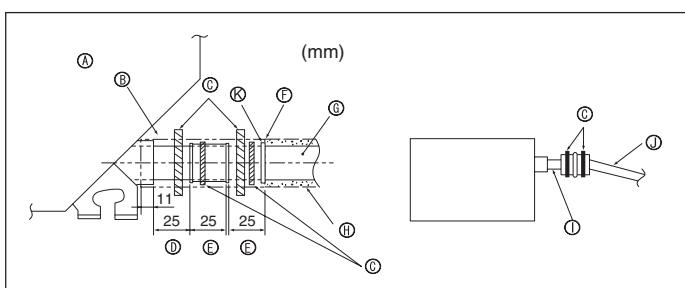

Fig. 5-2
1. Die Ablämmuffe (mit der Anlage geliefert) an den Dränageauslaß anschließen. (Fig. 5-2) (Das Rohr mit PVC-Kleber ankleben und dann mit einem Band sichern.)